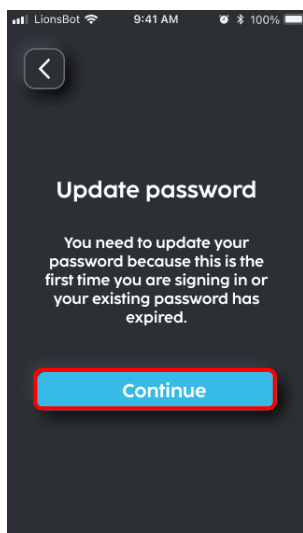

Fig. 4
3. Cliquez sur « Continue (Continuer) » sur la page de mise à jour du mot de passe (Fig.4).